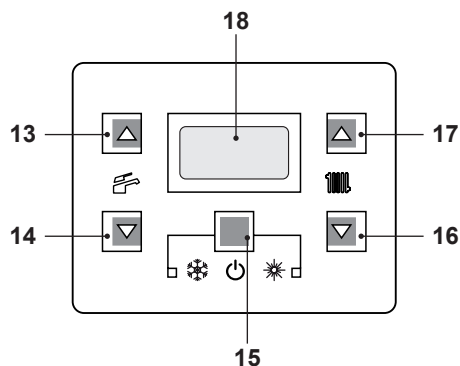
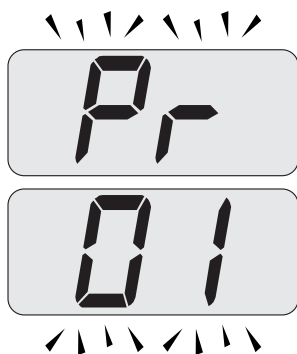
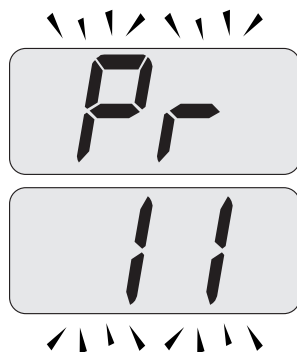
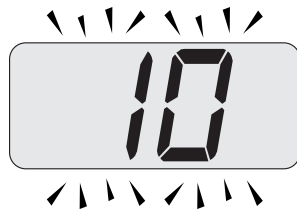

Figura 5.36
Figura 5.37
Figura 5.38
Figura 5.39
- Entre en la "modalidad de programación" pulsando simultáneamente durante 10 segundos los botones 15 - 16 - 17 (Figura 5.36) hasta que aparezcan en la pantalla LCD las letras **Pr** alternadas con el código **01**, que indican la entrada en el "parámetro 01" (Figura 5.37).
- Desplace los parámetros mediante los botones 16 o 17 hasta que aparezcan en la pantalla LCD las letras **Pr** alternadas con el código **11**, que indican la entrada en el "parámetro 11" (Figura 5.38).
- Pulse simultáneamente los botones 15 y 17 (Figura 5.36) hasta que aparezca en la pantalla LCD el valor del parámetro 11 (10=60 segundos) (Figura 5.39).
- Pulsando el botón 15 (Figura 5.36) se confirma el valor introducido.
- Pulsando simultáneamente los botones 15 y 16 (Figura 5.36) se sale sin modificar el valor (se vuelve a la lista de parámetros Figura 5.38).
- Pulsando simultáneamente durante 10 segundos los botones 15 - 16 - 17 (Figura 5.36) se sale de la "modalidad de programación".